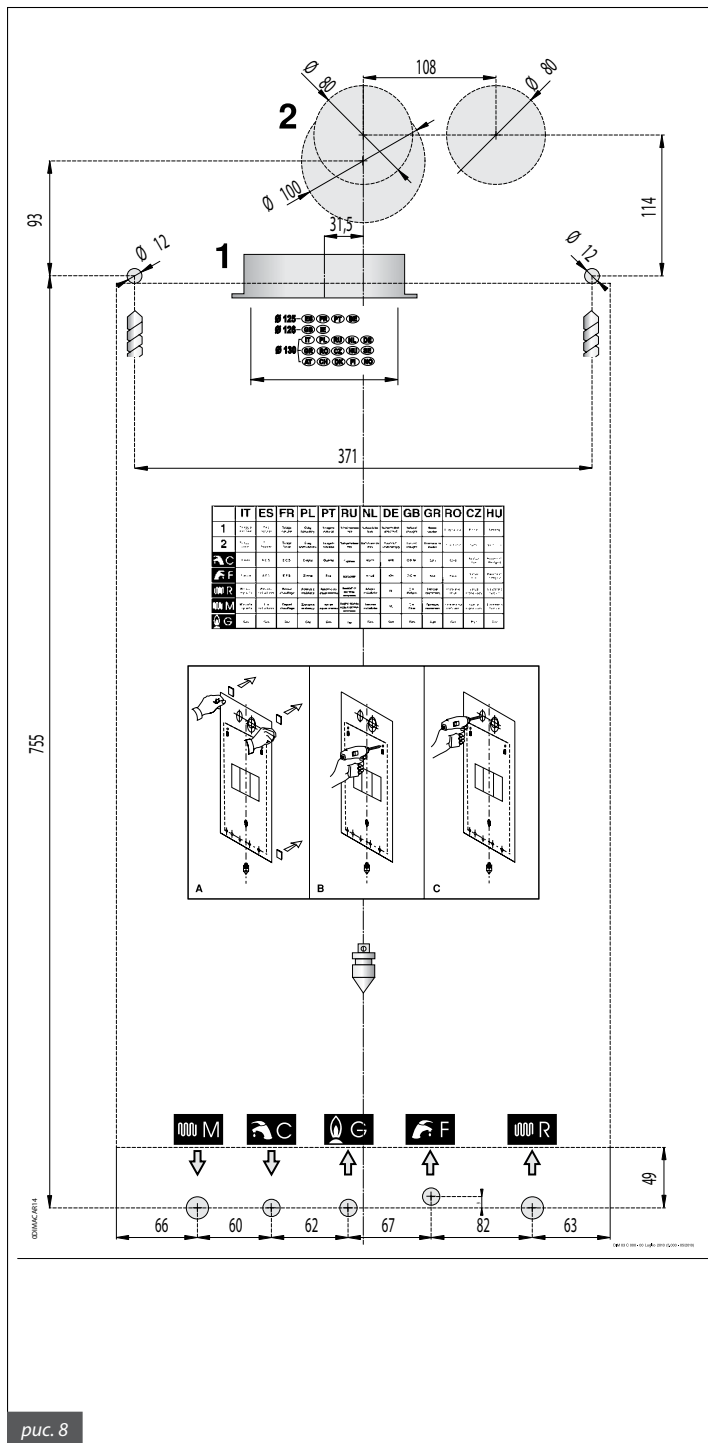

рис. 8
- монтажный шаблон (рис. 8);
Каждый котел снабжен специальным бумажным шаблоном, находящимся в упаковке (рис. 8), который позволяет подготовить трубы для подключения к системе отопления, к линии воды санитарного назначения, к газовой магистрали и воздухоподающие/дымоотводящие трубы в момент их разводки, т.е. до начала установки котла на выбранное место.